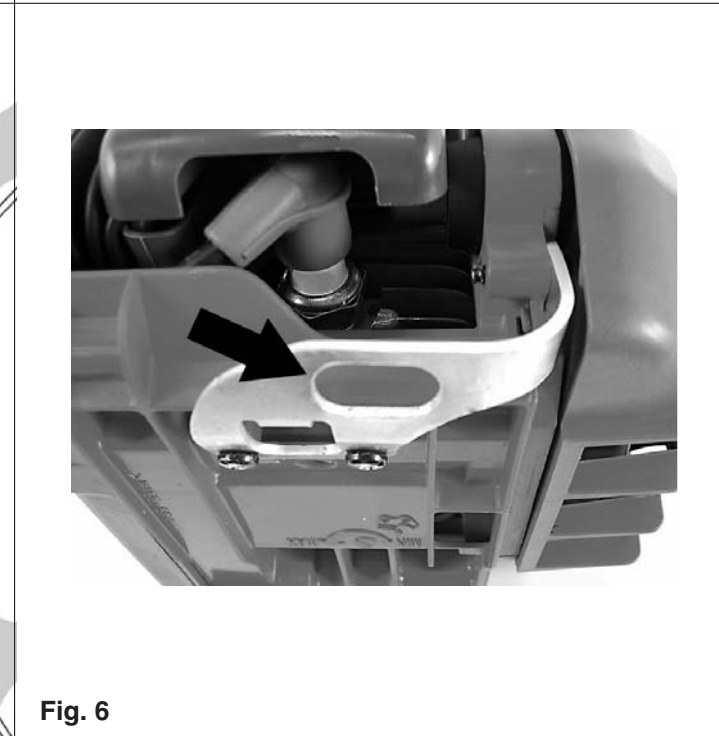

Fig. 6
- a) fixe o cinto plano ao ponto de engate da parte traseira da moto-serra (Fig. 6);